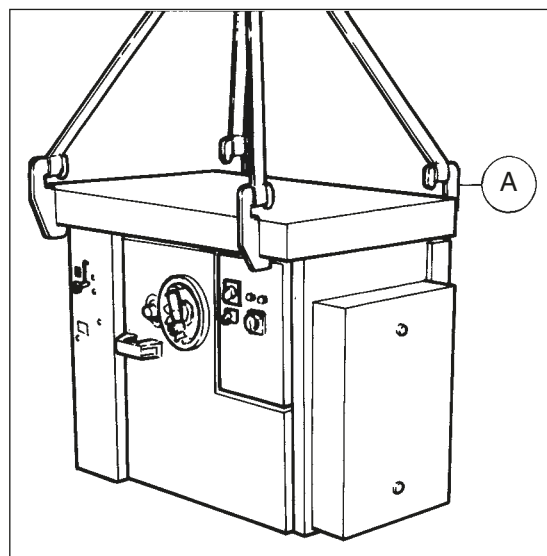

Fig.2
U kan eveneens de 4 hefhaken gebruiken (A), zoals afgebeeld op fig.2. Met de takel omhoog heffen, maar harde schokken vermijden.